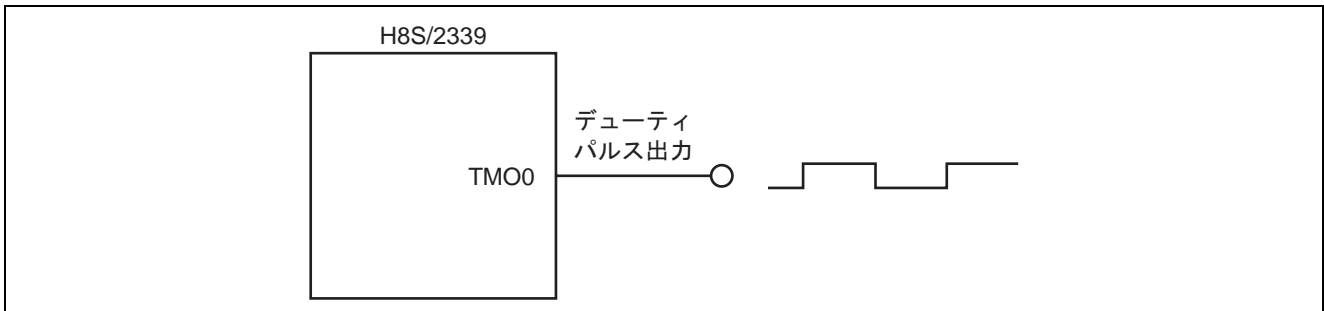

図1 TMR のデューティパルス出力の一例
- TCR0, TCSR0 への設定により, TCNT0 のカウント動作となり, 設定されたデューティパルスを TMO0 (77pin)より出力します (図1)。